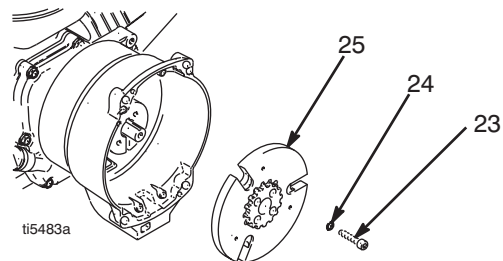

FIG. 7
8. FIG. 7. Brug en slagskruenøgle, eller sæt en genstand mellem koblingstændspolen (25) og koblingshuset (19) for at holde motorakslen under afmontering.
9. Fjern de fire skruer (23) og låseskiverne (24).